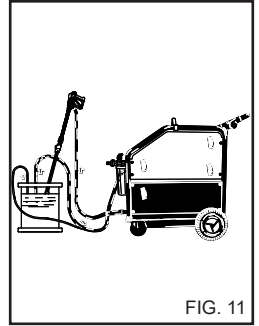

FIG. 11
**OPERACIONES PARA EL USO DE ANTICONGELANTE (fig. 11)**